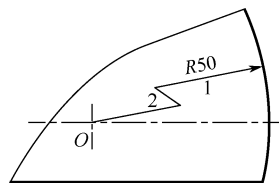

图 4-85 折弯标注
(7) 坐标标注。标注选定点相对于原点的坐标。
(8) 折弯标注。标注折弯形的半径尺寸，用于半径较大，尺寸线不便或无法通过其实际圆心位置的圆弧或圆的标注，如图 4-85 所示。
**例 4-5** 使用“机械标注”样式，利用“折弯”标注命令标注如图 4-85 所示的折弯半径。